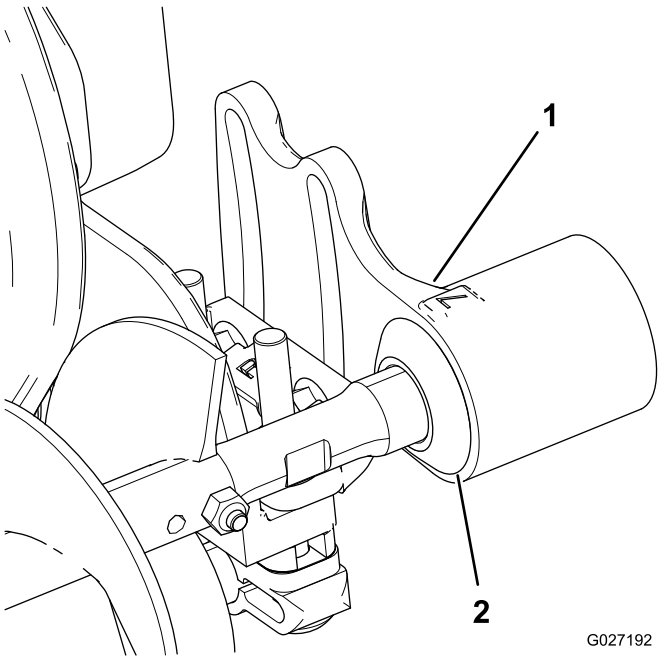

Figura 7
1. Deslice el retén hacia el exterior hasta que los sellos toquen ligeramente el alojamiento de cada cojinete (Figura 7).